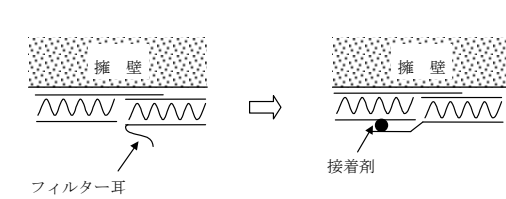

図 II-4 「グリ・シート」接続部の処理
- (3) 左端又は右端のいずれか一方を基準にし、芯材を直接突き合わせて順々に張付けていく。
- ① 「グリ・シート」どうしの接続は、接続部の間から土が入り込まないように、フィルター耳を隣り合う「グリ・シート」を覆うように重ね、接着剤で処理する。（図 II-4）